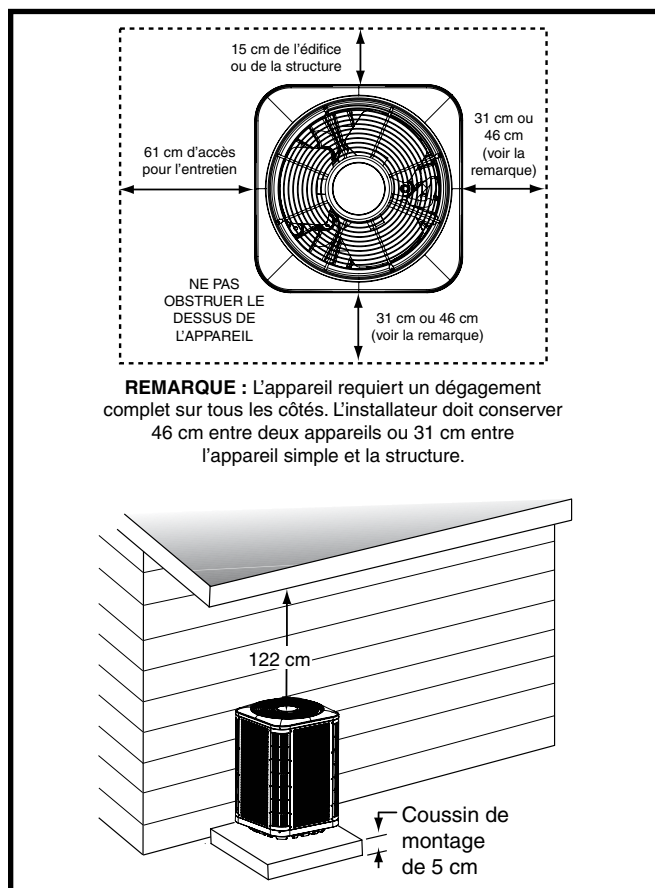

Figure 1. Dégagements requis
- Les obstacles aériens, les zones mal aérées et les zones propices à l'accumulation de débris sont à proscrire. Consultez la Figure 1.
- Un dégagement suffisant pour permettre à l'air de circuler sans obstruction à travers le serpentin extérieur doit être maintenu pour obtenir le rendement nominal. Voyez la Figure 1 pour les exigences relatives au dégagement minimal.
- Les dégagements doivent respecter ceux qui sont illustrés à la Figure 1.
- Une dalle de montage adéquate doit être installée et séparée de la fondation de l'édifice. La dalle doit être au niveau et assez résistante pour supporter le poids de l'appareil. La dalle doit être à au moins 5 cm au-dessus du sol et offrir un drainage adéquat. Voyez la Figure 1.